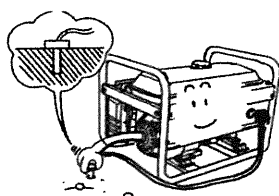

Fig. 27
- Mantener el generador propiamente en tierra para evitar descargas eléctricas. (Figure 27)